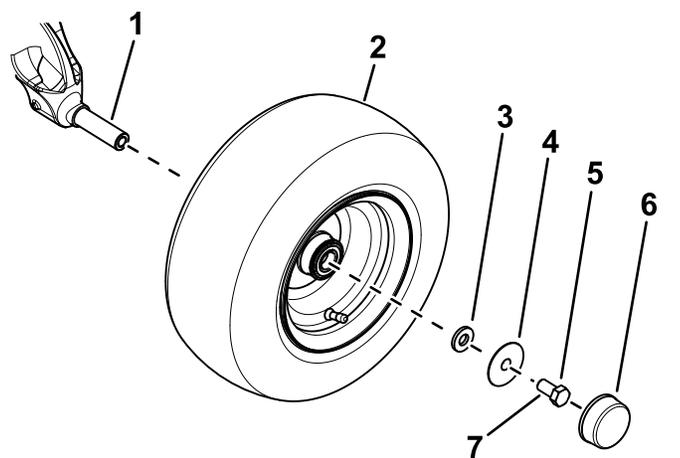

Figura 3
- B. Utilize uma anilha pequena, anilha grande, parafuso ( $\frac{5}{8}$  pol. x  $1\frac{1}{4}$  pol.) para prender a roda ao eixo (Figura 3).
D. Instale a tampa antipoeira no volante (Figura 3).